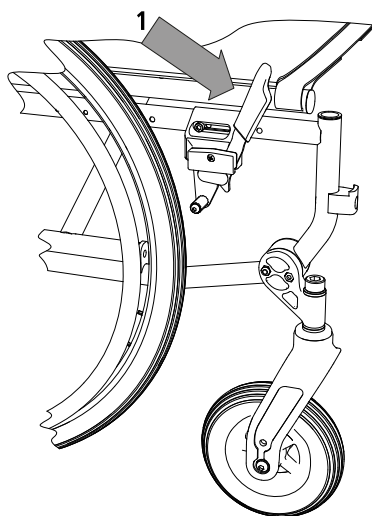

fig.24
1. Spingere la leva del freno in avanti per bloccare la ruota (1, fig. 24).